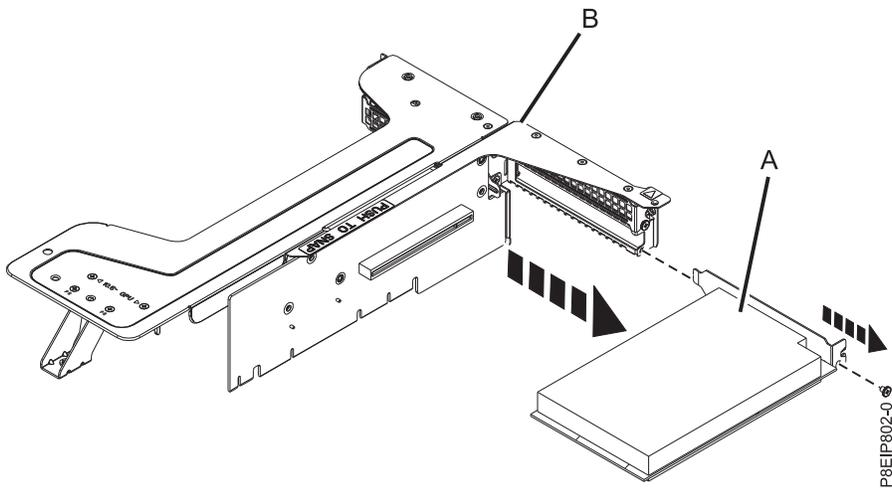

Figura 41. Removendo um adaptador da posição 2 do riser
- i. Desconecte um adaptador (A) na posição 2 do riser do adaptador PCIe (B) conforme mostrado na Figura 41 na página 38.